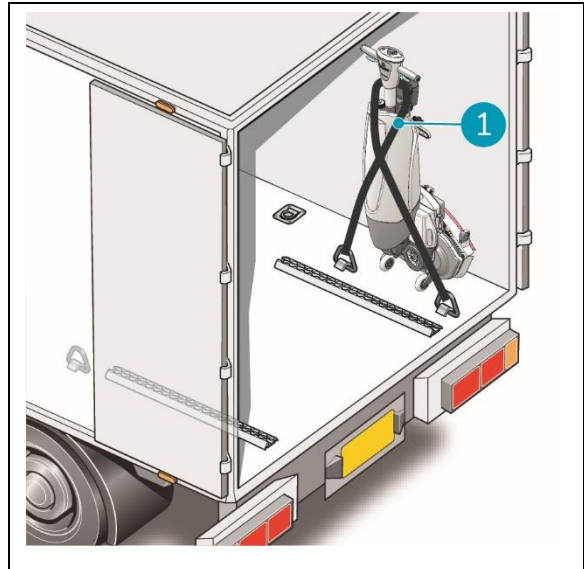

Figura 8
5. Asegure el i-mop con un cinturón tensor u otra sujeción adecuada (Figura 8 posición 1).